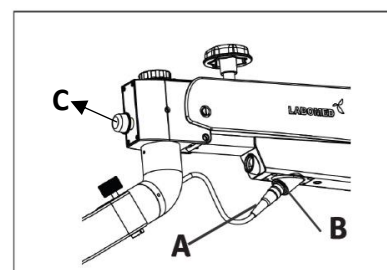

Figura 42a
3. Conecte el conector de 4 pines A a B para encender el sistema LED de Microscopio. Véase la figura 42a.